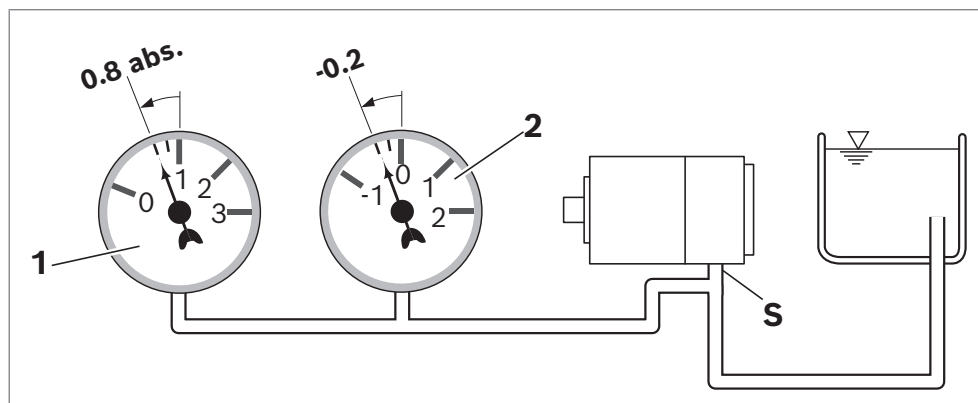

Рис. 5: Давление всасывания для аксиально-поршневых насосов
- ▶ Убедитесь, что для аксиально-поршневого насоса во всех позициях установки и монтажных положениях во время эксплуатации присутствует минимальное давление всасывания 0,8 бар абс. на присоединении **S**, см. Рис. 5. Дополнительные значения давления и требования см. в техническом паспорте конкретного изделия.